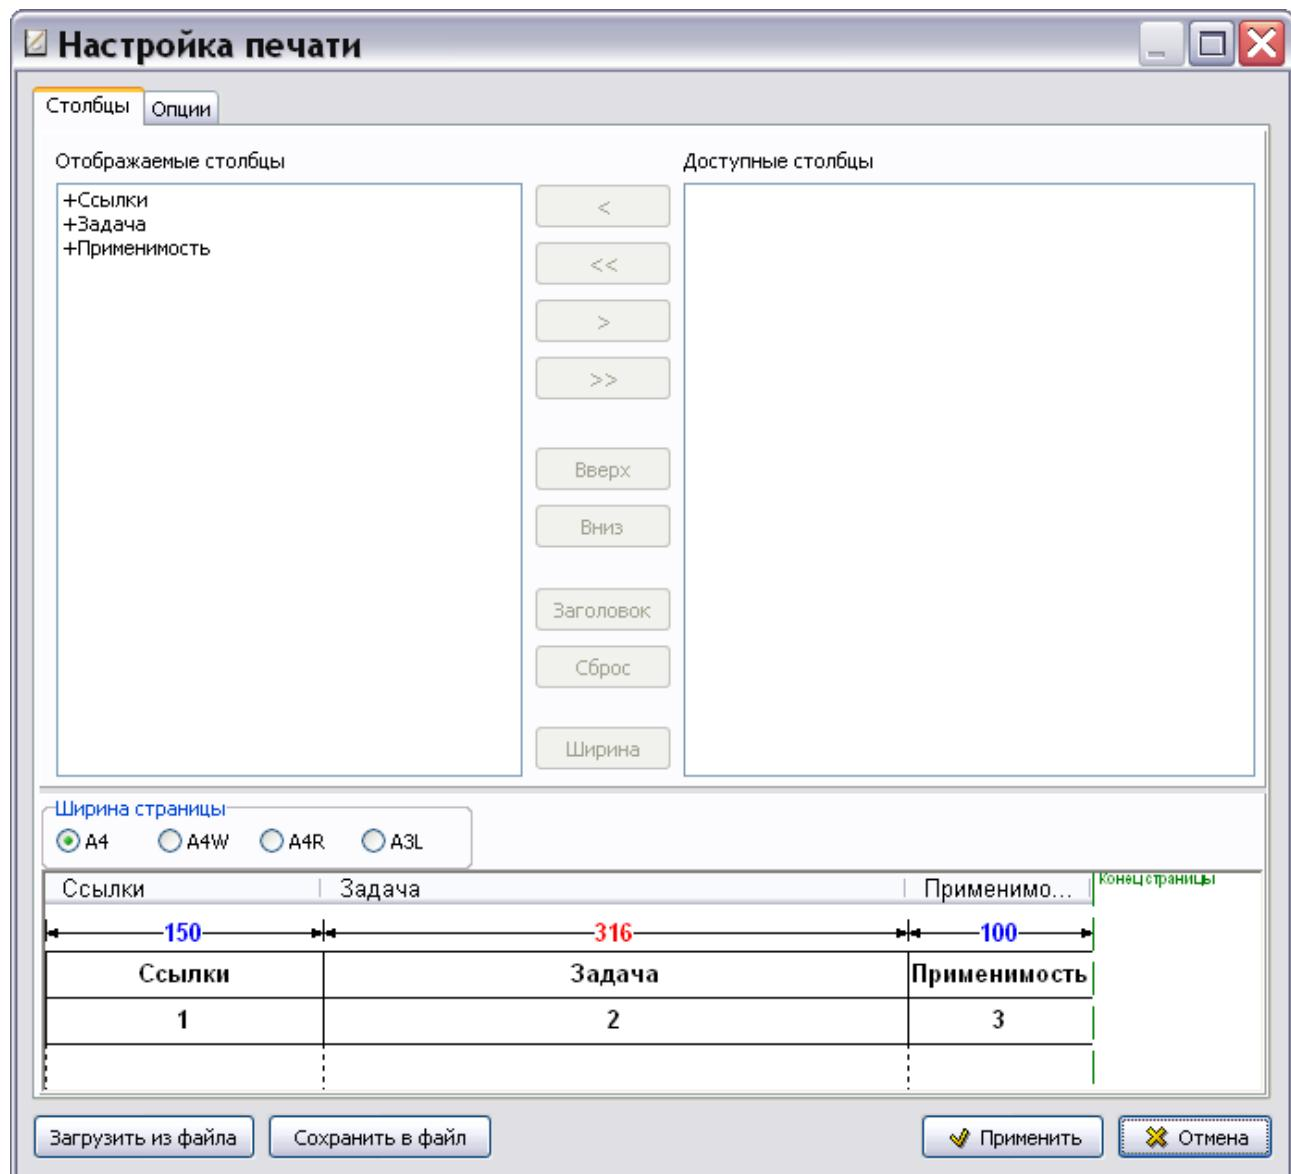

Рис. 3.56
5. Нажмите на кнопку **Применить**. После этого откроется диалоговое окно **Настройка печати** (Рис. 3.56).